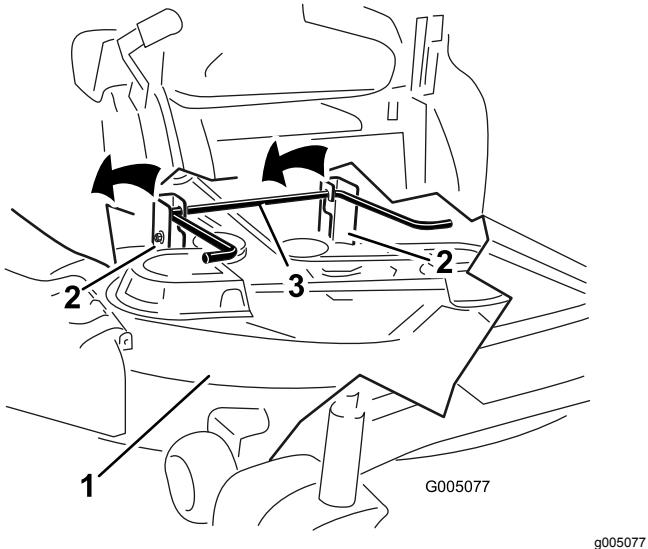

Figura 66
7. Eleve la carcasa de corte y desenganche la varilla de elevación trasera de las pletinas de suspensión, y baje el cortacésped con cuidado al suelo (Figura 66).
5. Eleve la parte trasera de la carcasa de corte y coloque las pletinas de suspensión sobre la varilla de elevación trasera (Figura 66).